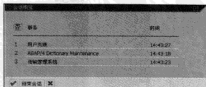

图 4-80 用户会话
STEP 3 弹出“会话概览”对话框，如图 4-80 所示。从中可以清楚地看到此用户当前正在操作哪些命令以及操作命令的时间。如果想强制用户结束某个命令，只需用鼠标选择需要结束的事务，然后单击“结束会话”按钮即可。